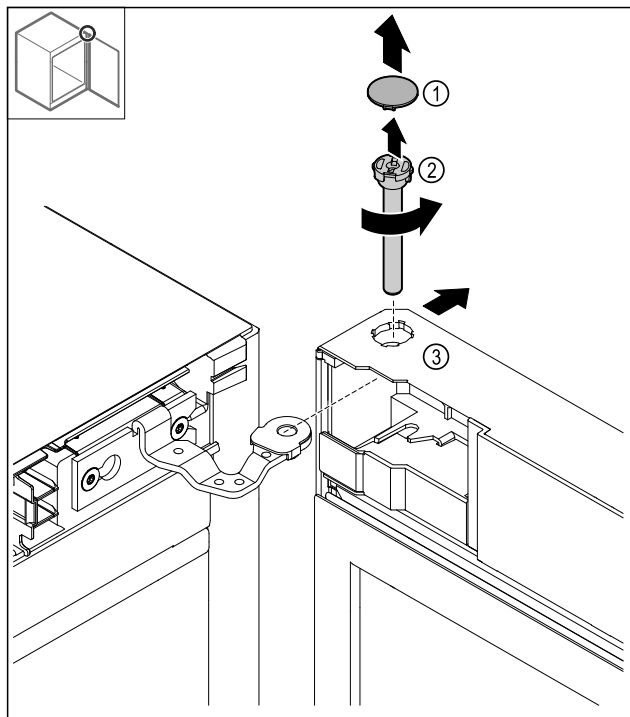

Fig. 18
- ▶ Ta av dekkelet Fig. 18 (1).
- ▶ Løsne bolten Fig. 18 (2) mot urviseren og trekk ut.
- ▶ Vipp døren Fig. 18 (3) litt.